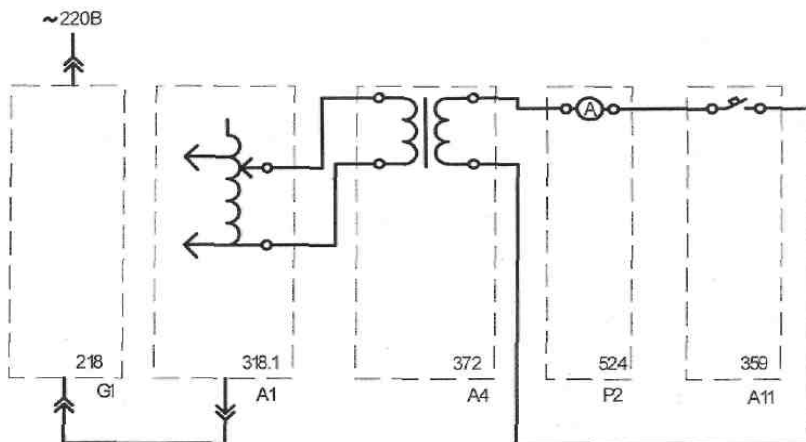

Рис. 6.1. Схема электрическая соединений элементов стенда для снятия характеристик воздушного выключателя
**К пункту 1.2.** Собрать схему по рис. 6.1.